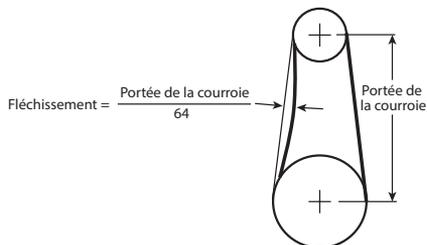

Figure 8
- c. Modèles 3ATU4, 3ATU5, 3ATU6, 3ATU7, 3ATU8, 3ATU9, 3ATV1, 3ATV2, 3GY73, 3GY74, 4YY18, 4YY19, 4YY20, 4YY21, 4YY22, 5DV07, 5DV08, 6KWK3, 16D526: La tension de la courroie doit être ajustée de façon à permettre un fléchissement de 0,15 mm par centimètre de portée lorsqu'une pression modérée du pouce est exercée sur la courroie. Voir la Figure 8.